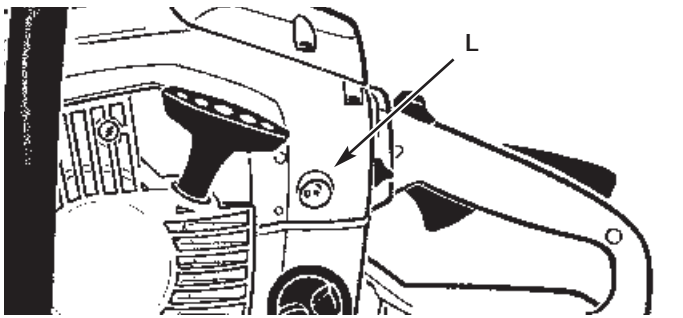

Fig. 8
1. Acceso de ajuste a parado - el símbolo "T" (para válvula) queda sobre el hoyo de ajuste (Fig. 8).